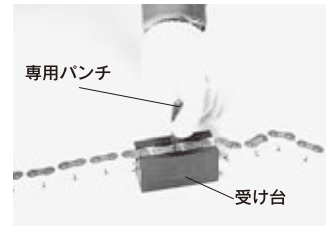

図 13. プラコンビチェーンの切り方
- 1) チェーンの外プレートを受け台で受け、ピンの頭を専用パンチ (図 13 参照) で押えて、ハンマでパンチの頭を軽くたたきます。